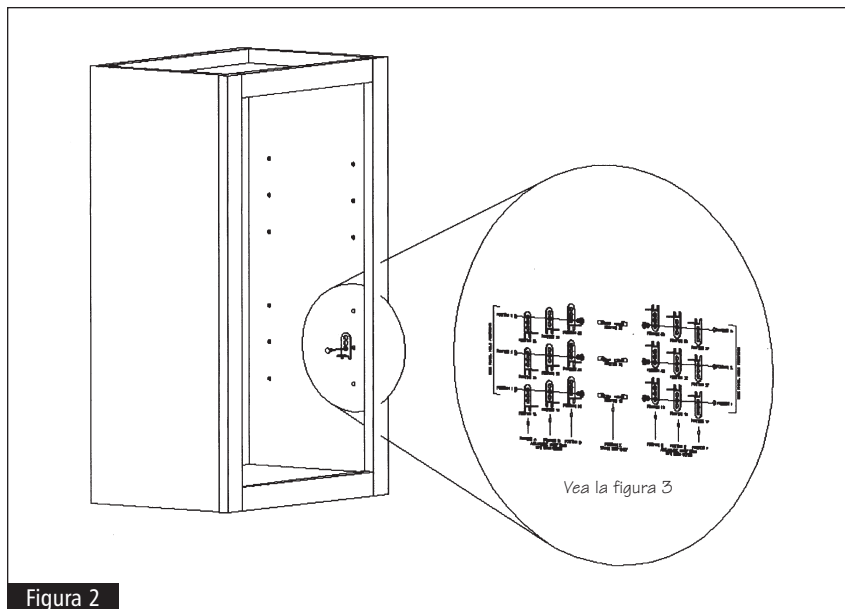

Figura 2
- 4 Dependiendo de la altura del gabinete y el tipo de puerta, use la información de la figura 1 para determinar los agujeros del panel lateral en los que se insertarán los soportes ajustables y/o de cuchara para los estantes. Vea la figura 2 (página siguiente). Asimismo, observe la orientación de los soportes ajustables en la figura 3 (página siguiente).